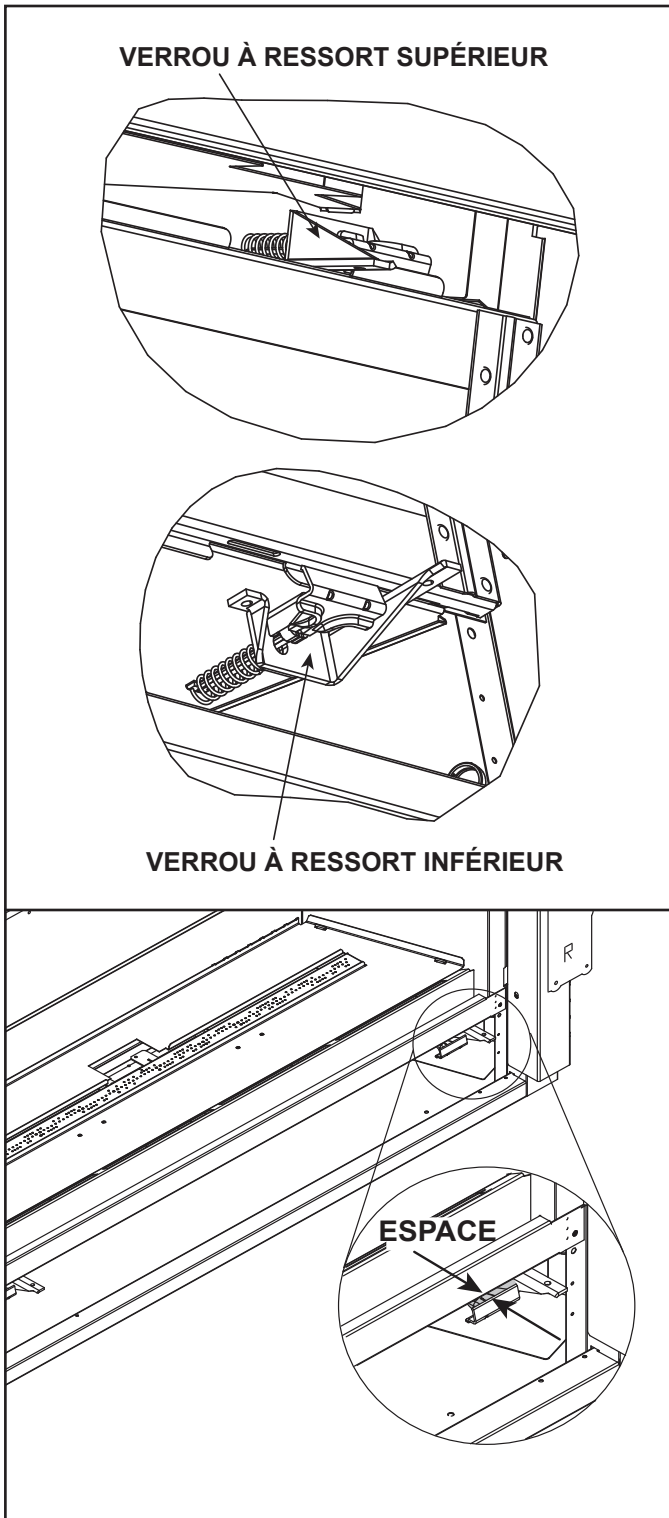

Figure 11.3 Assemblage de la vitre fixe
2. L'assemblage de la vitre comporte deux verrous supérieurs à ressort et deux verrous inférieurs à ressort. Voir la figure 11.3. Localisez les deux verrous à ressort situés en haut à gauche et à droite du foyer.
Remarque : Vérifiez s'il y a un espace entre le verrou de la vitre et l'avant de l'appareil, là où le bas de l'assemblage de la vitre est en position. Cet espace est conçu pour une disposition positive lors du remplacement de l'assemblage de la vitre. Voir la figure 11.3.
Les verrous inférieurs de la vitre ont été conçus pour laisser un petit espace entre la pince de la vitre et la face de l'appareil. Voir la figure 11.3.